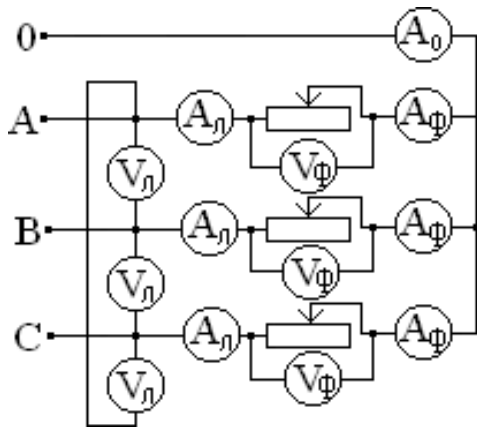
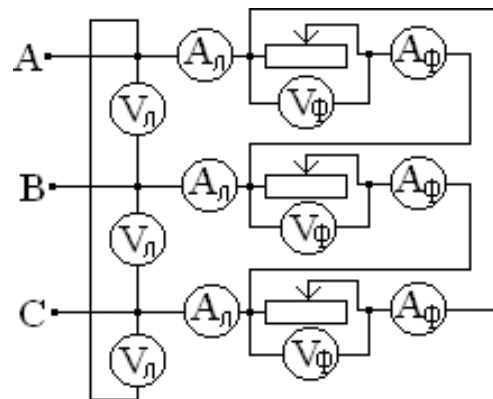

Рис. 1. З'єднання споживачів зіркою.
Рис. 2. З'єднання споживачів трикутником.
1. Для дослідження параметрів трифазного кола при з'єднанні споживачів зіркою з нульовим проводом та трикутником, можна використати схеми зображені на (рис.1) і (рис.2). Використовуючи ПК, змодельовати ці схеми на комп'ютері, використовуючи програму Electronics Workbench.